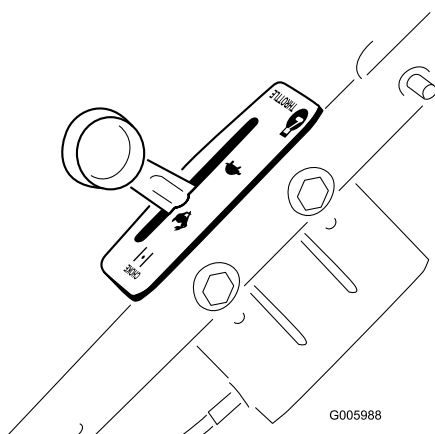

Figura 9
- A. Ponga el control del acelerador en la posición Rápido (Figura 9).